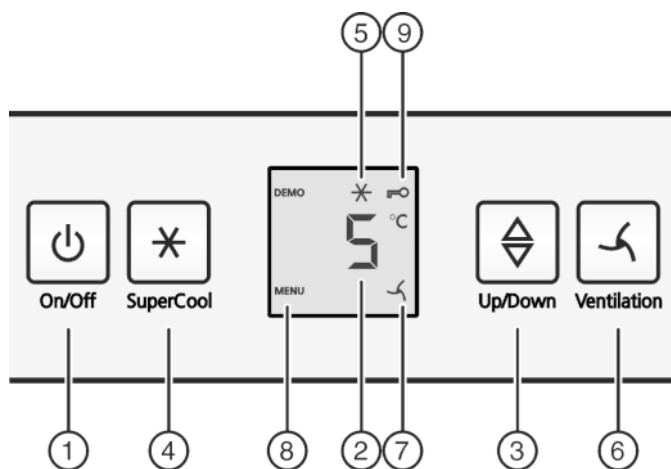

Fig. 3
- ▶ Нажать кнопку On/Off Fig. 3 (1).
- ▶ Нажмите кнопку «SuperCool» Fig. 3 (4) и удерживайте ее прим. 5 секунд.
- ▷ На индикаторе будет отображаться символ «Меню» Fig. 3 (8).
- ▶ Для подтверждения нажать и отпустить кнопку «SuperCool» Fig. 3 (4).
- ▷ На индикаторе горит символ «Защита от детей» Fig. 3 (9).
- ▶ Нажать и отпустить кнопку «On/Off» Fig. 3 (1).
- ▶ Активация модуля регулировки температуры: нажмите кнопку настройки Fig. 3 (3).
- ▶ Температуру меняйте ступенями по 1 °C: нажимайте кнопку настройки Fig. 3 (3) до тех пор, пока на индикаторе температуры не будет высвечена требуемая температура.
- ▶ Коротко нажмите кнопку SuperCool Fig. 3 (4).
- ▷ На индикации горит символ SuperCool Fig. 3 (5).
- ▷ Символ SuperCool Fig. 3 (5) на индикации гаснет.
- ▶ Коротко нажмите кнопку "Вентиляция" Fig. 3 (6).
- ▷ Символ Вентиляция Fig. 3 (7) горит.
- ▷ Символ Вентиляция Fig. 3 (7) не горит.